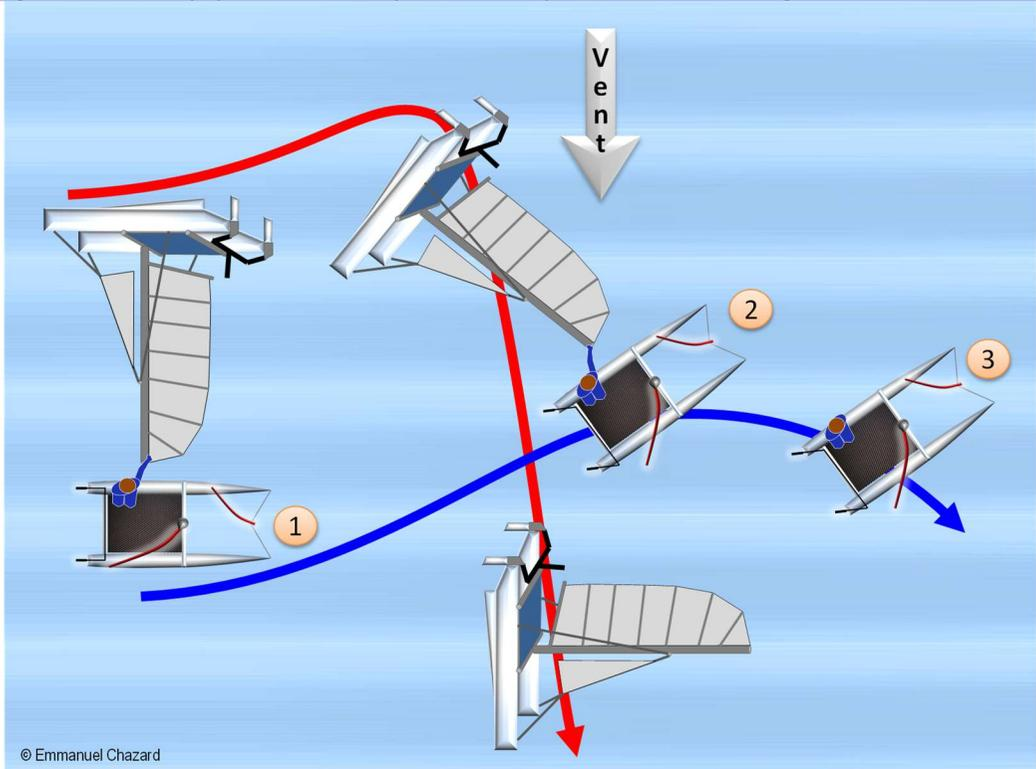

Figure 39. Exemple de prise de mât inappropriée
Dans l'autre exemple Figure 39, le catamaran vient juste de dessaler, il est encore au travers. Le bateau secourant, mal avisé, aborde le mât au travers par l'avant (1) et, au cours de son lof final de mise à la cape, fait tourner le bateau victime (2). Ce faisant, le bateau victime se retrouve **dos au vent** ! Le bateau victime prend alors de la vitesse et descend sous le vent, ce qui contraint le secourant à lâcher le mât (3). L'opération a échoué. Ce n'est que partie remise !